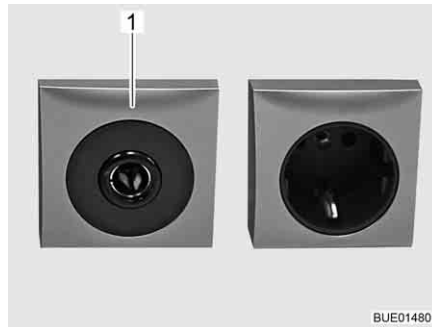

Bild 147 Uttag 12 V/10 A
- ▷ Till 12 V-nätets eluttag (Bild 147,1) får endast apparater med maximalt 10 A anslutas.